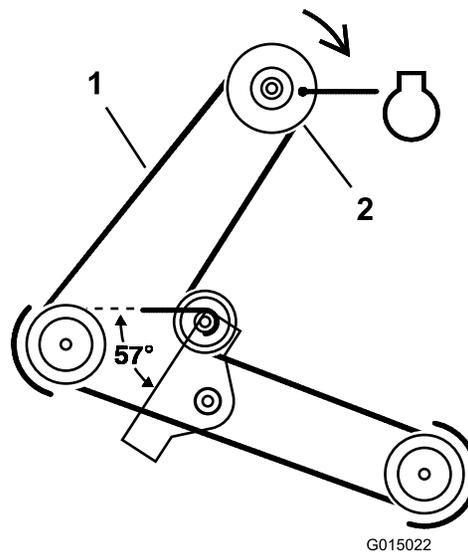

Figure 35
5. Enlevez la courroie du plateau de coupe de la poulie d'embrayage électrique (Figure 35).
- Placez la courroie du plateau de coupe autour de la poulie d'embrayage électrique (Figure 35).